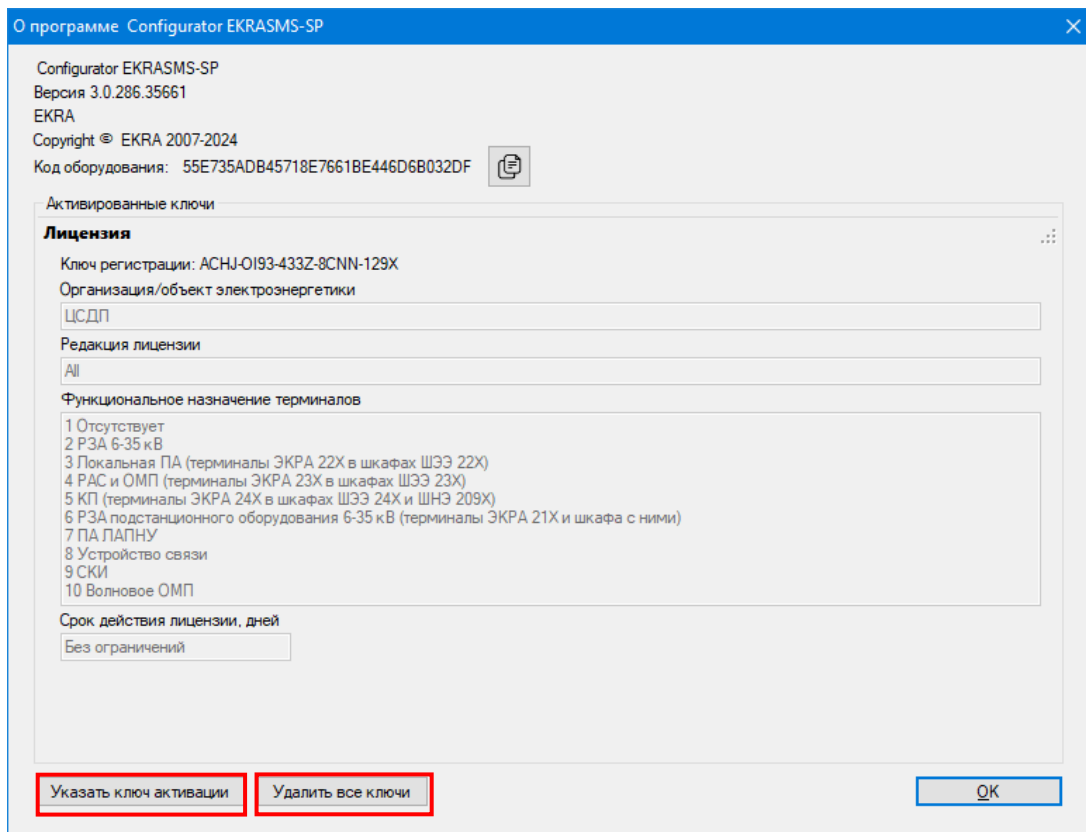

Рисунок 4.3
- 2) нажать кнопку **Удалить все ключи** (см. рисунок 4.3);
- 1) нажать кнопку **Указать ключ активации** (см. рисунок 4.3);